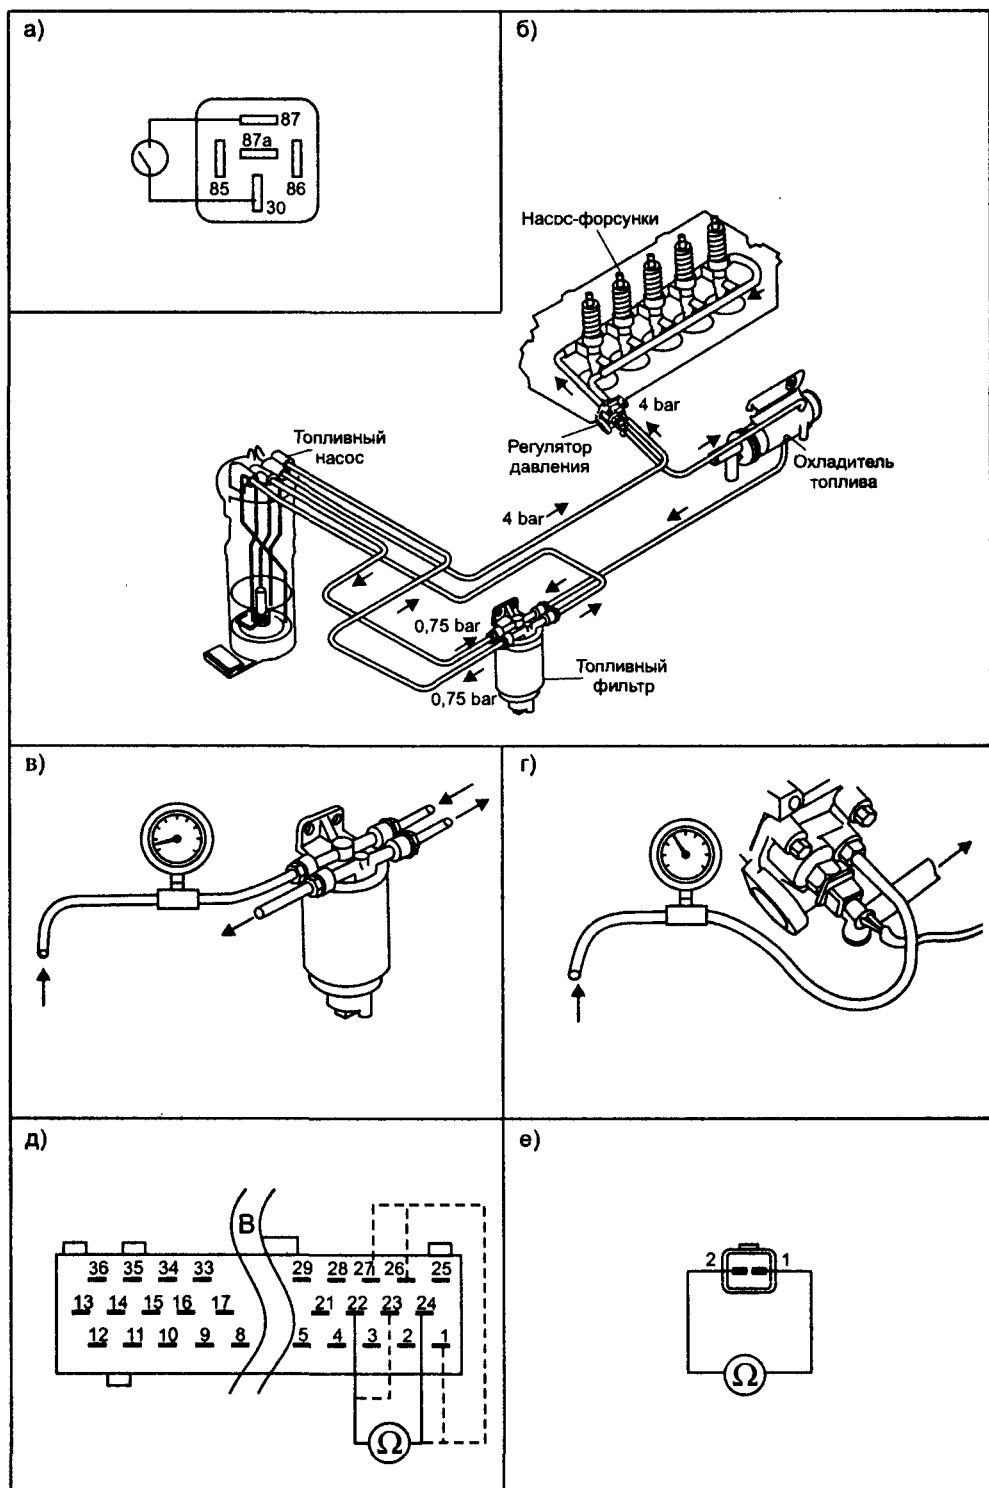

Рис. 1.8.5. Проверка компонентов топливной системы
- собирают диагностическую схему (см. рис. 1.8.5а — реле K20 извлечено из колодки) и проверяют наличие 12 В на контактах 1 и 4 разъема FTP насоса при включенном зажигании и сервисном выключателе. Если питания нет, проверяют предохранители F10, F13, реле K20, K46, клапан IFS, замок зажигания, соответствующие соединения и при необходимости возвращаются к проверке ECM. Если питание есть — заменяют неисправный насос FTP.
Для проверки давления в топливной системе необходимо при включенном зажигании с помощью манометра произвести измерения в контуре низкого давления (см. рис. 1.8.5бб, 1.8.5в) и в контуре высокого давления (см. рис. 1.8.5б, 1.8.5г). При несоответствии давления контрольным значениям (см. табл. 1.8.2) насос заменяют, если топливная система герметична.
- отключают разъем ECM от жгута и измеряют сопротивление обмоток форсунок, его величина должна быть около 1 Ом (см. рис. 1.8.5д, схему на рис. 1.8.1 и табл. 1.8.3), если нет — форсунки заменяют;